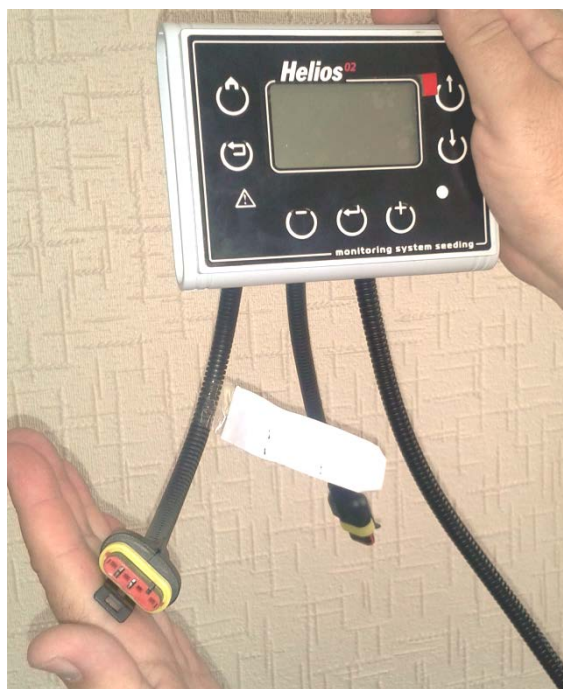

Рисунок 22
1. Отключить все датчики высева от кабельного ввода жгута связи на панели оператора (четырёхконтактный разъем, см. «Рисунок 22»).
2. Датчик, которому нужно установить новый программный адрес, подключить к кабельному вводу жгута связи на панели оператора (см. «Рисунок 22»).